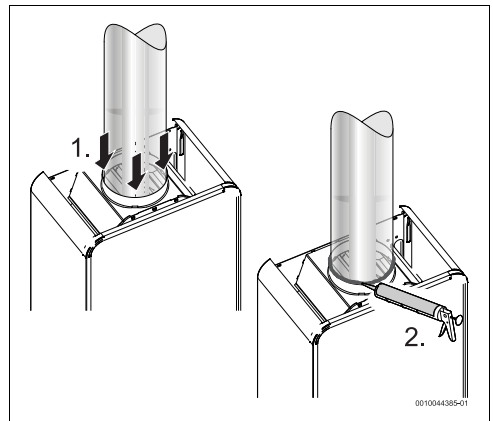

Fig. 15
- Estanqueización con material adecuado (fig. 15)